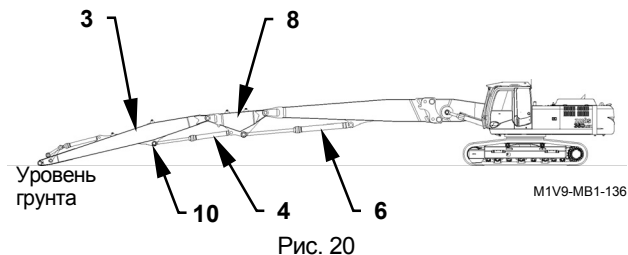

Рис. 20
1. Устанавливают экскаватор в положение, указанное на рис. 20.
- Удлиняют гидроцилиндр (6) средней части рукояти до максимума.
- Удлиняют рукояточный гидроцилиндр (4) до максимума.
3. Отсоединяют 4 шланга (7 шлангов, если имеются трубопроводы для привода бетонолома в поворот), расположенные между головной частью (3) и средней частью (8) рукояти, и сразу же заглушают приложенными пробками.